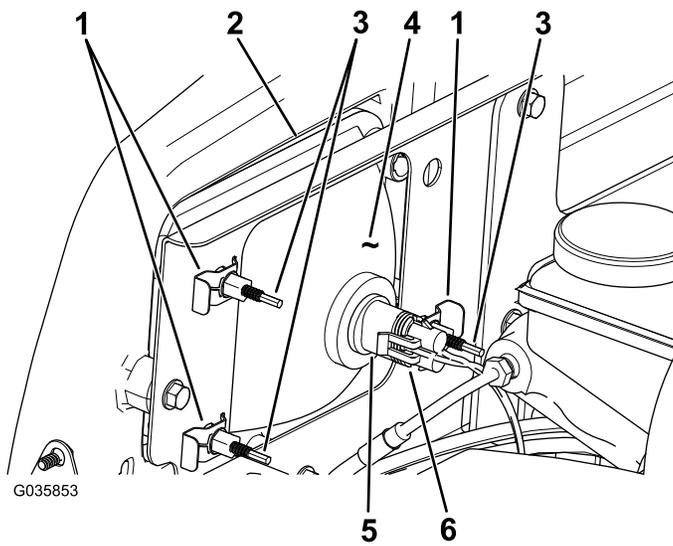

Рисунок 45
3. Отсоедините электрический соединитель жгута проводов от соединителя лампы в сборе (Рисунок 45).
4. Снимите скобы под саморез, которые крепят фару к кронштейну фары (Рисунок 45).
5. Снимите фару в сборе, подавая ее вперед сквозь отверстие в переднем бампере (Рисунок 45).
6. Вставьте новую лампу через отверстие в бампере (Рисунок 45).
8. Подсоедините электрический соединитель жгута к соединителю лампы в сборе (Рисунок 45).
2. В задней части узла передней фары поверните регулировочные винты (Рисунок 45), чтобы повернуть фару и изменить положение луча.